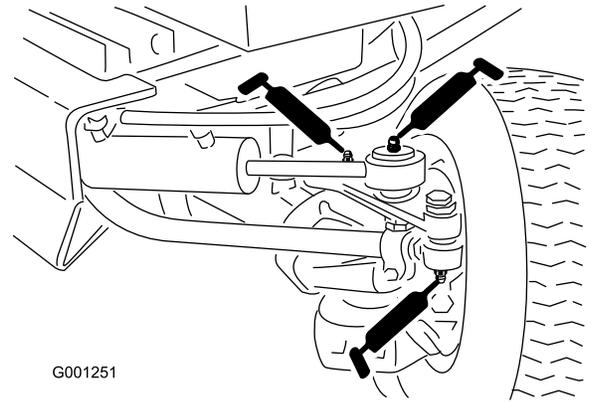

図 41
- タイロッドの端部2ヶ所 図 41
- シリンダロッドの端部2ヶ所 図 41
- ステアリングのピボット2ヶ所 図 41
- アクスルピボットのピン 図 41